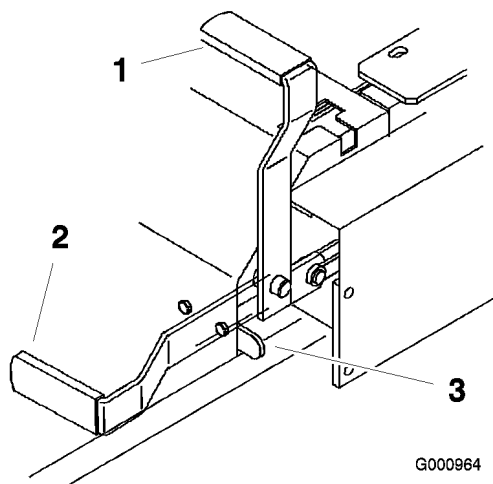

Figure 11
2. Tirez le frein de stationnement vers le haut et l'arrière pour le serrer (Figure 11). Une fois serré, le frein de stationnement ne doit plus bouger.
Poussez le levier du frein de stationnement vers l'avant et vers le bas (Figure 11) pour le desserrer. Le frein de stationnement est desserré et le levier est en appui contre la butée du frein.